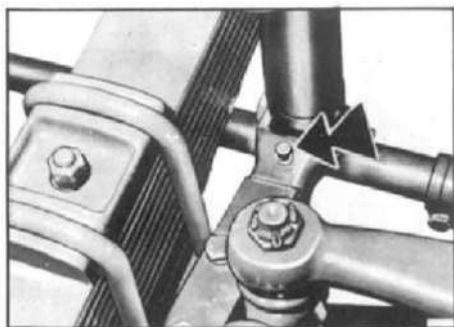

Рис. 6
- Шарниры амортизаторов передней подвески (Рис. 6)
Смазывание нижнего кронштейна амортизатора (см. Рис. 6)